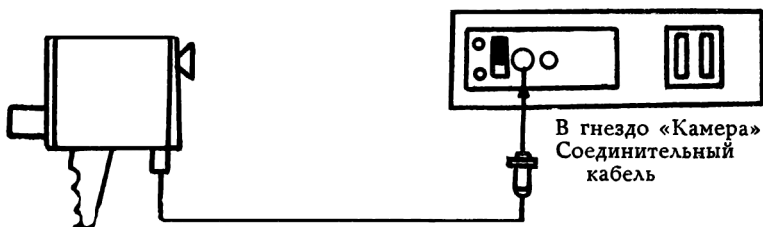

Рис. 5
- подсоединить кабель телевизионной камеры к видеомagnитофону (рис. 5);